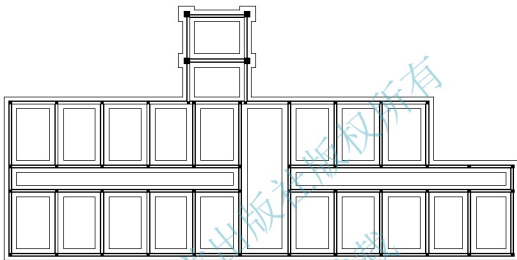

图 5.19 加粗基础墙
① 在**选择多段线或 [多条 (M)]**: 提示下, 输入“M”后按 Enter 键, 表示一次要编辑多条多段线。
② 在**选择对象**: 提示下, 输入“ALL”后按 Enter 键, 结果屏幕上所有基础墙变虚。
③ 在**选择对象**: 提示下, 按 Enter 键进入下一步命令。
④ 在**是否将直线和圆弧转换为多段线? [是 (Y)/ 否 (N)]? <Y>**: 提示下, 按 Enter 键执行尖括号内的默认值“Y”(Yes), 表示要将所有选中的对象转化为多段线。
⑤ 在**输入选项 [闭合 (C)/ 合并 (J)/ 宽度 (W)/ 编辑顶点 (E)/ 拟合 (F)/ 样条曲线 (S)/ 非曲线化 (D)/ 线型生成 (L)/ 放弃 (U)]**: 提示下, 输入“J”后按 Enter 键, 表示要执行【合并】子命令。这样, AutoCAD 将第②步全选的基础墙中所有首尾相连的对象连接在一起。
⑥ 在输入模糊距离或 [合并类型 (J)] <0.0000>: 提示下, 按 Enter 键, 表示执行尖括号内默认的模糊距离 “0.0000”。
⑦ 在输入选项, [打开 (O)/ 合并 (J)/ 宽度 (W)/ 编辑顶点 (E)/ 拟合 (F)/ 样条曲线 (S)/ 非曲线化 (D)/ 线型生成 (L)/ 放弃 (U)]: 提示下, 输入 “W” 后按 Enter 键, 表示要改变线的宽度。
⑧ 在指定所有线段的新宽度: 提示下, 输入 “50”, 表示将线的宽度由 “0” 改为 “50”, 结果如图 5.19 所示。